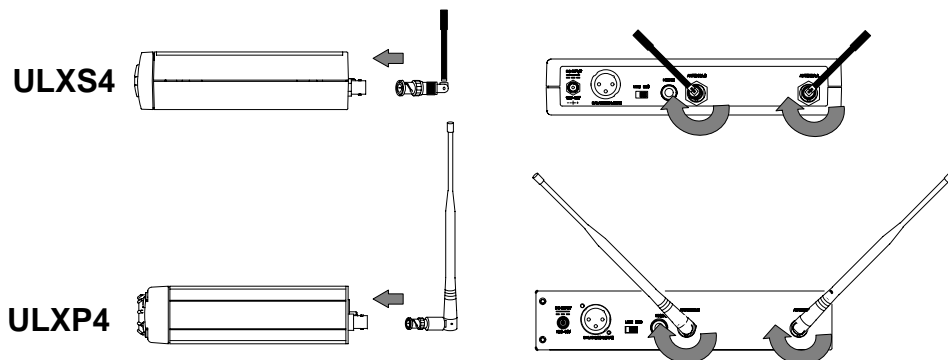

FIGURE 5
2. Raccorder les deux antennes aux connecteurs ANTENNA (antenne), comme illustré à la figure 5. Le ULXS4 est fourni avec des antennes quart d'onde et le ULXP4 avec des antennes demi-onde.